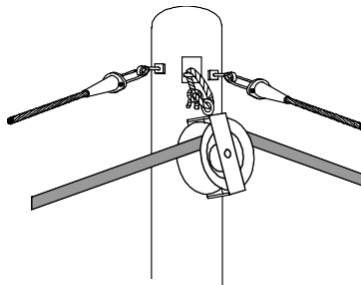

Figura 9 – Bloque de polea
- 5.04** Se necesitarán bloques de cable y bloques de poleas para colocar el cable cuando el método de carrete móvil no sea práctico (consulte la Figura 9 para ver una ilustración de un bloque de polea).